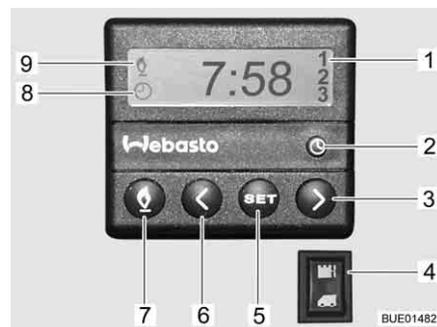

Bild 135 Bedieneinheit für Standheizung
- Taste (Bild 135,7) drücken. Der Heizbetrieb wird durch das Symbol (Bild 135,9) angezeigt. Das Gebläse wird erst bei einer Kühlwassertemperatur von 30 °C zugeschaltet.
- Standheizung manuell ausschalten:* ■ Taste (Bild 135,7) drücken. Das Symbol (Bild 135,9) erlischt.
- Motorbeheizung zuschalten:* ■ Schalter (Bild 135,4) unten drücken. Motor wird vorgewärmt. Das Gebläse wird sofort zugeschaltet.
- Motorbeheizung abschalten:* ■ Schalter (Bild 135,4) oben drücken. Motor bleibt kalt.
- Uhrzeit einstellen:* ■ Taste (Bild 135,2) drücken. Die Uhrzeiteinstellung wird durch das Symbol (Bild 135,8) angezeigt.
■ Mit den Tasten (Bild 135,3 und 6) die Uhrzeit einstellen.
- Heizbeginn programmieren:* ■ Taste (Bild 135,5) drücken.
■ Innerhalb von 10 Sekunden mit den Tasten (Bild 135,3 und 6) die Einschaltzeit einstellen.
- Programmierte Einschaltzeit auswählen:* ■ Taste (Bild 135,5) so oft drücken, bis die gewünschte Programmnummer (Bild 135,1) im Display angezeigt wird.